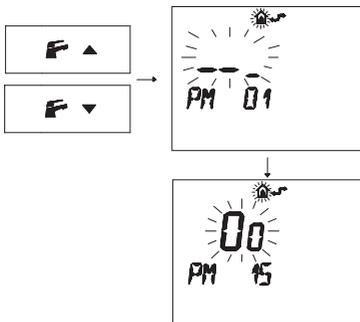

Рис. 5.32
• Нажмите кнопки **F** **▼** или **F** **▲**, чтобы вывести на дисплей параметр "PM15" для включения внешнего датчика (Рис. 5.32).